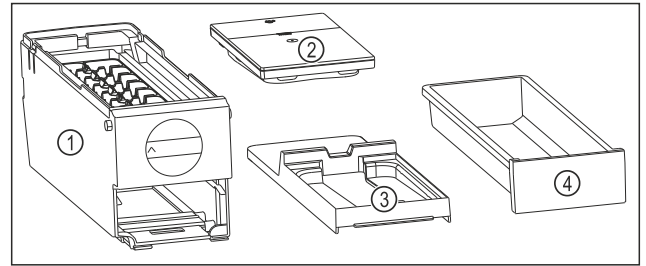

Fig. 132 Komponenter i EasyTwist-Ice
- ▷ EasyTwist-Ice er delt inn i fire deler. (se Fig. 132)
- ▶ Demonter kun delene til EasyTwist-Ice som er angitt på bildet. (se Fig. 132)
- ▶ Hoveddelen til EasyTwist-Ice Fig. 132 (1) rengjøres som en del.